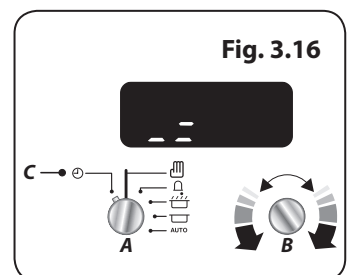

Fig. 3.16
Pour régler le volume de l'alarme, relâchez le bouton Réglage (B) et tournez à nouveau dans le sens antihoraire (**Fig. 3.16**). Le volume de l'alarme change. Répétez ces étapes jusqu'à ce que le volume souhaité soit défini.